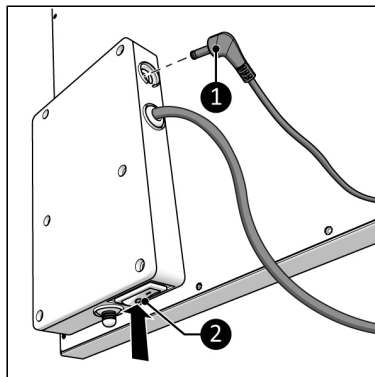

Figure 71.
1. Säkerställ att PÅ/AV-knappen befinner sig i Avstängt läge (Figure 71, pos. 2).
2. Anslut den externa temperatursensorns kontakt (Figure 71, pos. 1) till sensorpluggen.